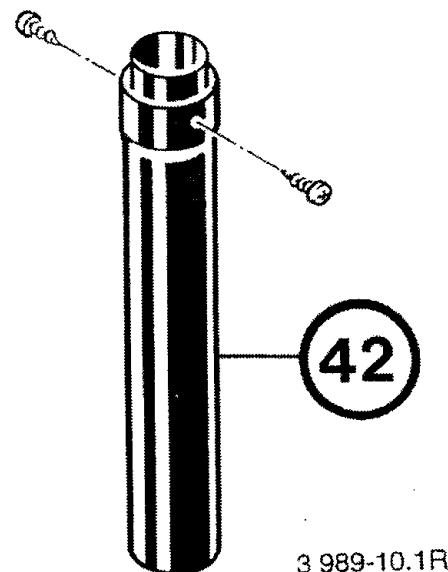

Bild 5
- Abgaszubehöre bis zum Anschlag in der Muffe ineinanderschieben und mit den Blechschrauben sichern (Bild 5)